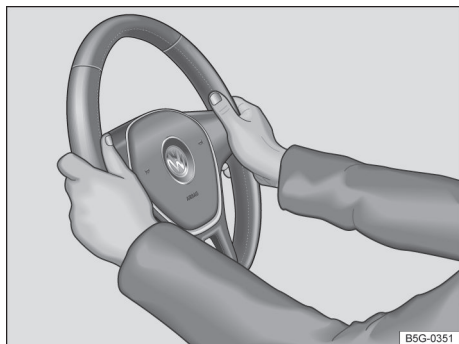

Fig. 60 No volante: posição 9 e 3 horas.
- Virar a alavanca ① sempre com firmeza para cima após o ajuste, para que o volante não mude de posição involuntariamente durante a condução.
- Segurar o volante sempre com ambas as mãos lateralmente na borda externa (posição das 9h e 3h → Fig. 60) durante a condução, para reduzir ferimentos causados por um acionamento do airbag frontal do condutor.